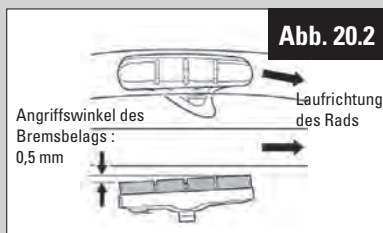

Abb. 20.2
2. Einstellung der Winkelposition der Bremsschuhe (4 mm-Innensechskantschlüssel, Abb. 20.2)